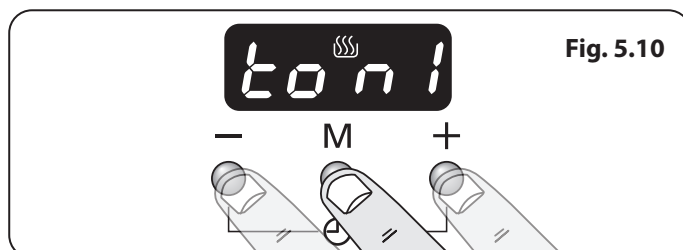

Fig. 5.10
4. Under "tillagningstiden" lyser tillagningssymbolen (Fig. 5.10) på displayen.
1. Tryck samtidigt på knapparna [+] och [-], och tryck därefter på lägesknappen [M]. Displayen visar "ton 1, 2 eller 3" (Fig. 5.10).